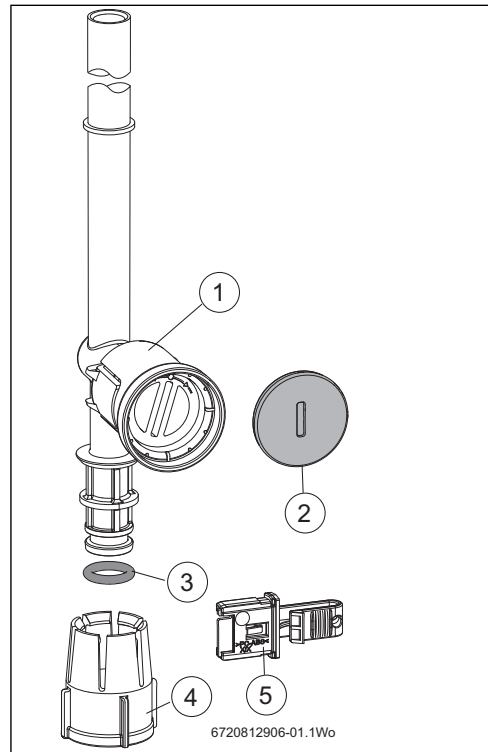

Fig. 1 Module de tuyaux de gaz
- ▶ S'assurer que le joint torique est adapté à l'extrémité inférieure du tuyau, voir fig. 1. Un nouveau joint torique est fourni au cas où l'original est perdu ou endommagé